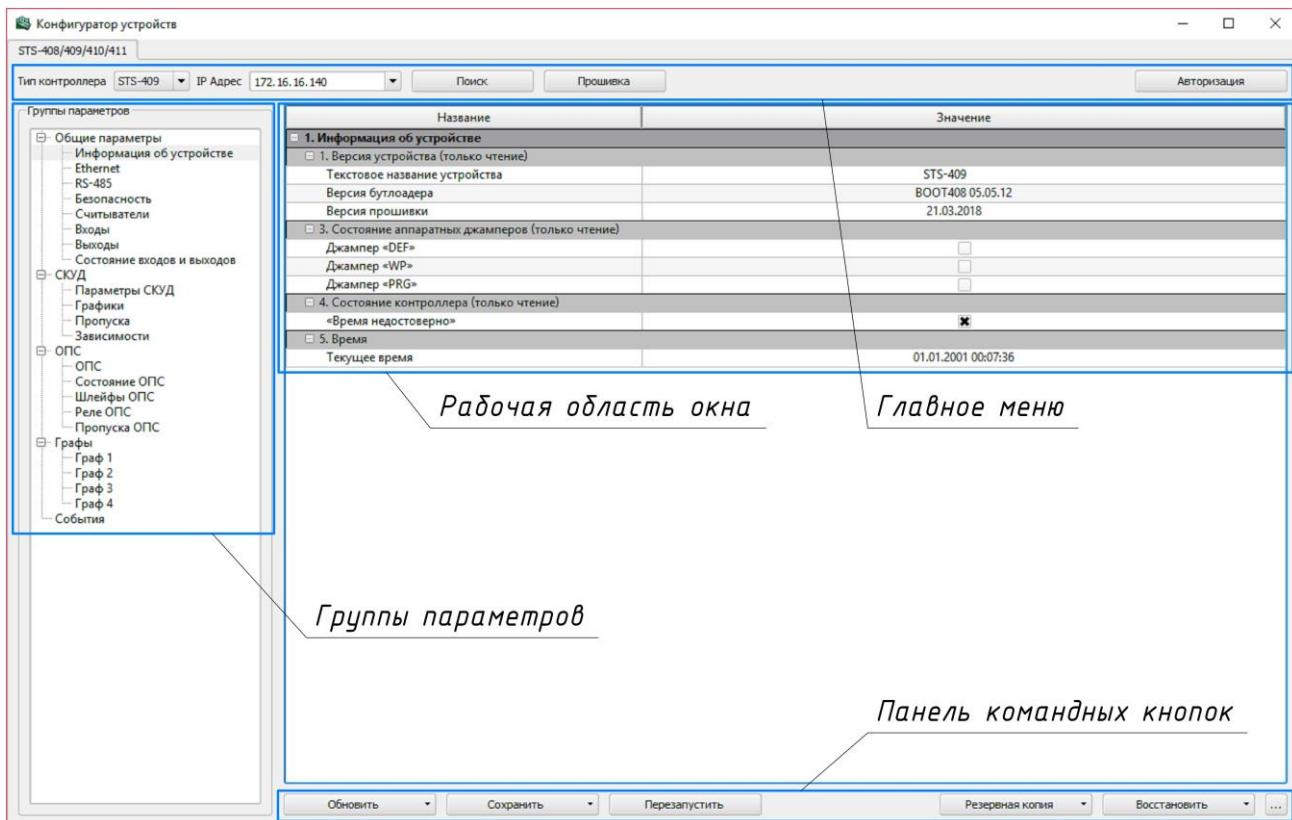

Рисунок 3
- Запустить «Конфигуратор STS-408, STS-409, STS-410, STS-411» двойным нажатием на исполняемый файл «STSConfig2» в каталоге программы. На экране отобразится главное окно программы (рис. 3).